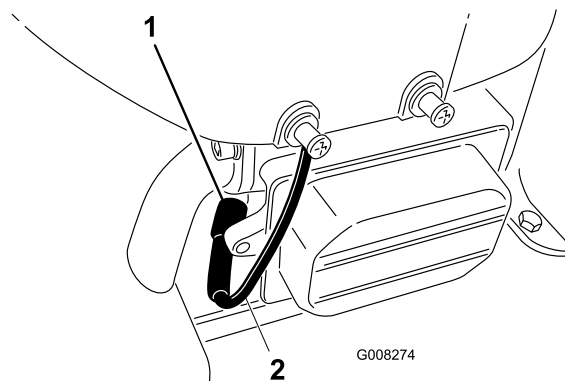

Bild 25
6. Klemmen Sie das Zündkabel von der Zündkerze ab (Bild 25).
8. Entfernen Sie die Zündkerze und die Metallscheibe (Bild 25).
3. Schließen Sie den Zündkerzenstecker an die Zündkerze an (Bild 25).